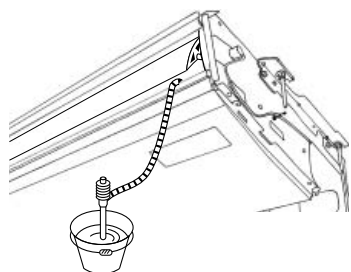

Fig. 5-3
1. Collegare la staffa di attacco ⑤ fornita con l'unità all'apertura di drenaggio con adesivo al cloruro di vinile.
2. Fissare il coperchio della staffa ⑥ fornito con l'unità alla staffa di attacco ⑤.
3. Fissare il tubo di drenaggio eseguito localmente (VP-20) alla staffa di attacco ⑤ con adesivo al cloruro di vinile.
4. Avvolgere il coperchio della tubazione di drenaggio ⑦ fornito con l'unità. (Fasciatura delle giunzioni)
- Ⓒ Coperchio della staffa ⑥
- Ⓓ Staffa di attacco ⑤
- Ⓔ Coperchio della tubazione di drenaggio ⑦
5. Controllare il corretto funzionamento del drenaggio. (Fig. 5-3)